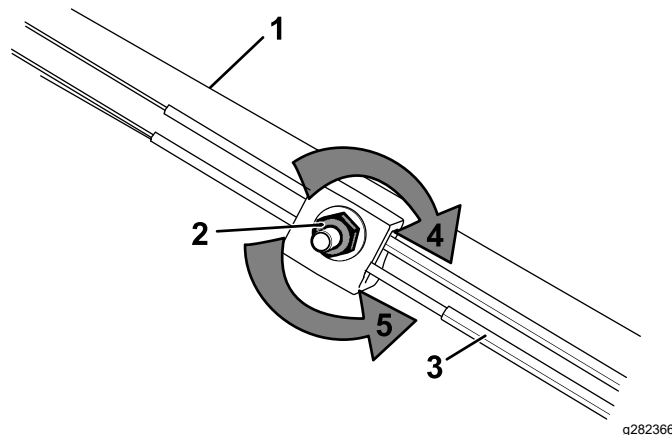

Figure 49
1. Tournez l'écrou de réglage dans le sens antihoraire pour desserrer le réglage du câble (Figure 49).
2. Ajustez la tension du câble (Figure 49) en le tirant en avant ou en le poussant en arrière puis en le maintenant à cette position.